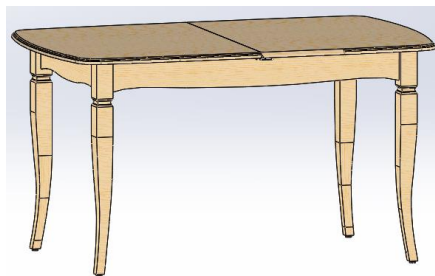

Рис. 4.
- После скрепления всех четырёх ног (2) аккуратно перевернуть стол – рис.4.